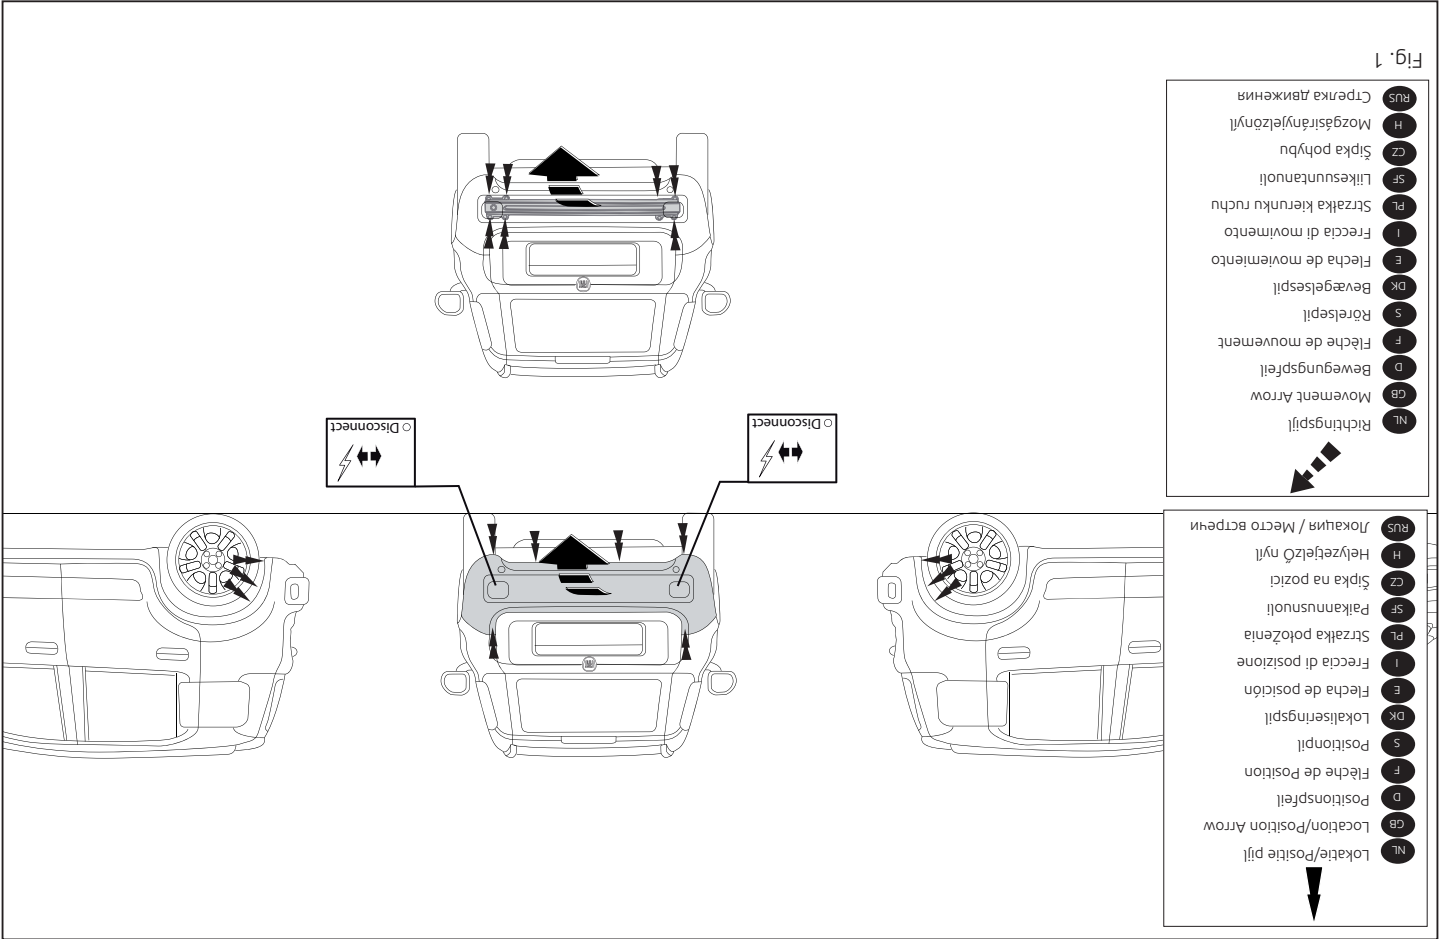

Fig. 1
1. Remove the bumper and the steel bumper beam from the vehicle. The bumper beam will no longer be needed. See figure 1.
1. Die Stoßstange einschließlich des stählernen Stoßbalkens vom Fahrzeug abmontieren. Der Stoßbalken wird nicht mehr benötigt. Siehe Abbildung 1.
1. Déposer le pare-chocs du véhicule y compris la traverse en acier ; la traverse ne sera plus utilisée. Voir la figure 1.
1. Снять бампер вместе со стальным брызгным брусом автомобиля. Брызгный брус больше не понадобится. См. рисунок 1.